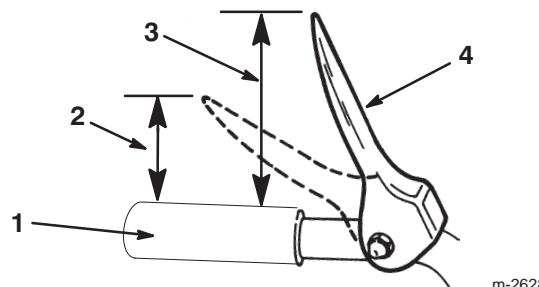

Figure 12
5. Vérifiez la distance entre l'extrémité de la manette de tarière/roue hélice et la poignée du mancheron. L'écartement doit être d'environ 10,2 centimètres, comme illustré dans la Figure 12.
**Remarque :** La résistance augmente de manière perceptible lorsque la courroie d' entraînement de tarière/roue hélice devient tendue (à peu près à mi-course de la manette). Le réglage est correct si la résistance *commence* à augmenter quand le bout de la manette de commande de tarière/roue hélice se trouve à 5 cm de la poignée (Fig. 12).